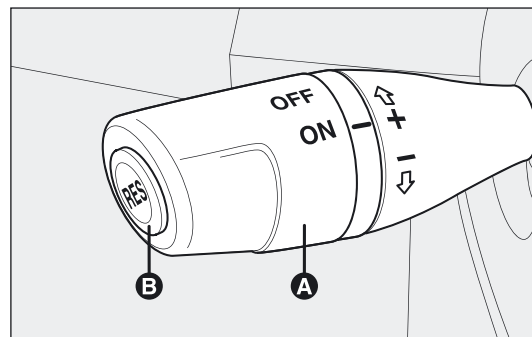

fig. 52
Draai de knop A-fig. 52 in stand ON.
- ☐ zet de draaiknop A-fig. 52 in stand ON en trap het gaspedaal in totdat de auto met de gewenste snelheid rijdt;
- ☐ druk op de knop RES B-fig. 52.
- ☐ trap het gaspedaal in; in dit geval wordt het systeem niet werkelijk uitgeschakeld, maar heeft het acceleratieverzoek voorrang op het systeem; de cruise-control blijft ingeschakeld en het systeem stelt, na de acceleratie, de hiervoor opgeslagen snelheid weer in, zonder dat de knop RES B-fig. 52 ingedrukt hoeft te worden.